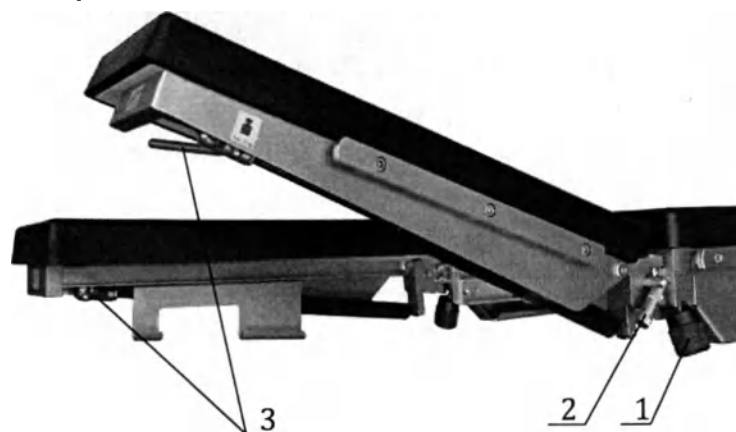

Рисунок 8. Ножные секции на газовых пружинах.
- ☑ Отверните на один оборот зажим 1 (Рисунок 8).
- ☑ Отверните на один оборот зажим шарнира ножной секции 2 (Рисунок 8).